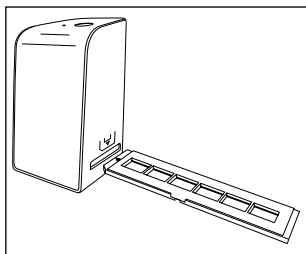

Bild 1
- ◆ Skjut nu in negativhållaren **5** med triangelmärket först i det högra facket **4** så att det syns (se bild 1).